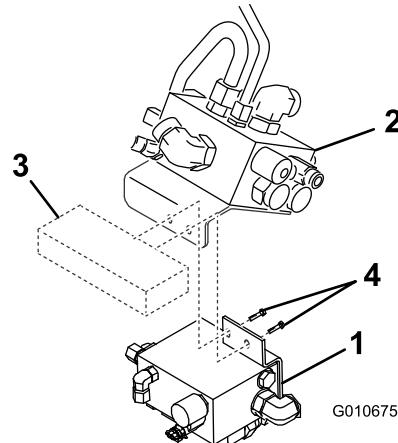

Figura 2
- B. Allineate il gruppo ripartitore di flusso e la staffa al telaio come illustrato in Figura 2.